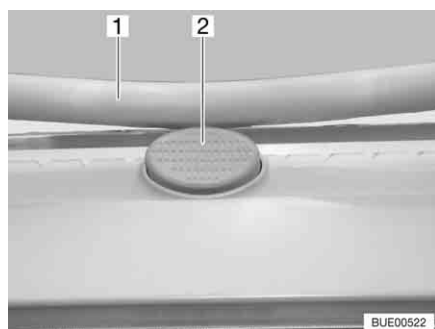

Bild 76 Sicherungsknopf an der Heki-Dachhaube
- Den Sicherungsknopf (Bild 76,2) drücken und den Bügel (Bild 76,1) mit beiden Händen nach unten ziehen.
- Den Bügel mit beiden Händen nach oben drücken, bis der Bügel oberhalb des Sicherungsknopfes (Bild 76,2) liegt.